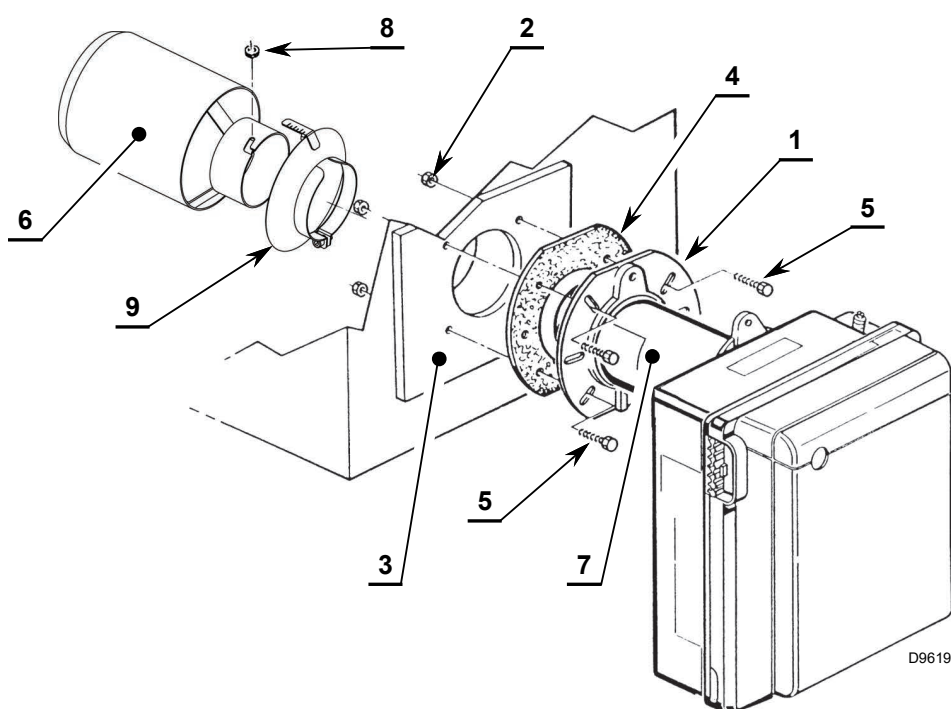

Рис. 10
- Закрепите фланец 1) к дверце котла 3) винтами 5) и (при необходимости) гайками 2), вставив изоляционный экран 4) (Рис. 10).
- Вставьте рециркуляционную трубу 6) на жаровую трубу горелки 7) и закрепите ее гайкой 8) (Рис. 10).